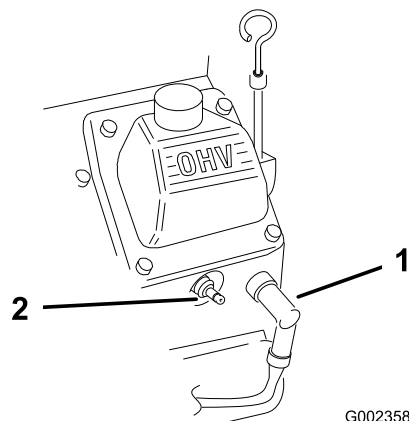

Figura 50
2. Scollegate i cappellotti dalle candele (Figura 50).